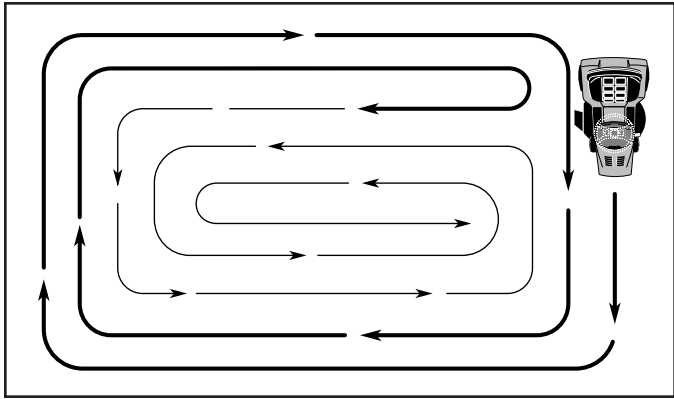

Fig. 26
- Pour tonder une grande surface, on vous conseille de commencer par tourner à droite, de façon à ce que l'herbe ne soit pas déversée sur les arbustes, les clôtures, les allées, etc. Après un ou deux tours, tondez en sens inverse en tournant à gauche jusqu'à ce que le travail soit achevé (Voir la Fig. 26).